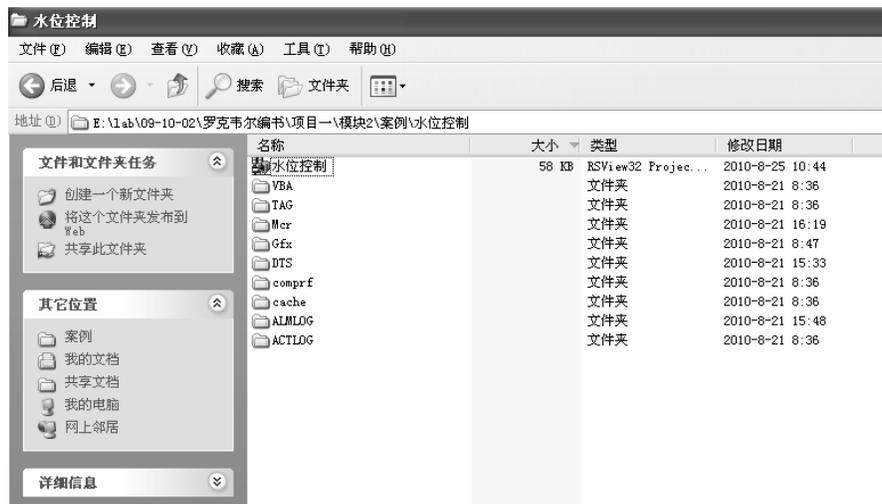

图 1.107 水位控制项目的文件结构
(1) 项目文件概述。RSView32 组态软件的上位机控制程序的综合称为项目，在 RSView32 软件中通过新建项目工具来实现。当新建一个项目时，在指定的目录下先产生一个以项目名称命名的文件夹，在文件夹下有一系列的文件。图 1.107 所示即“水位控制”项目的文件夹，其包含的文件如表 1.9 所示。